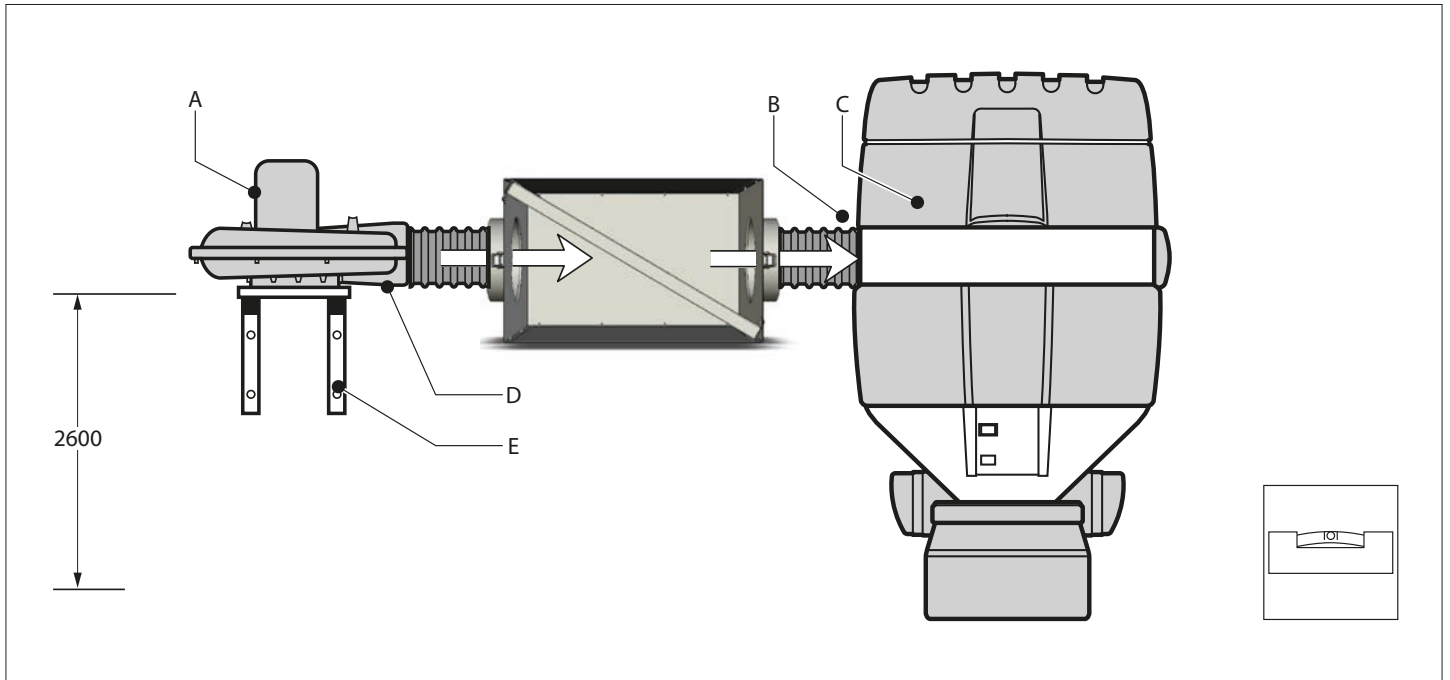
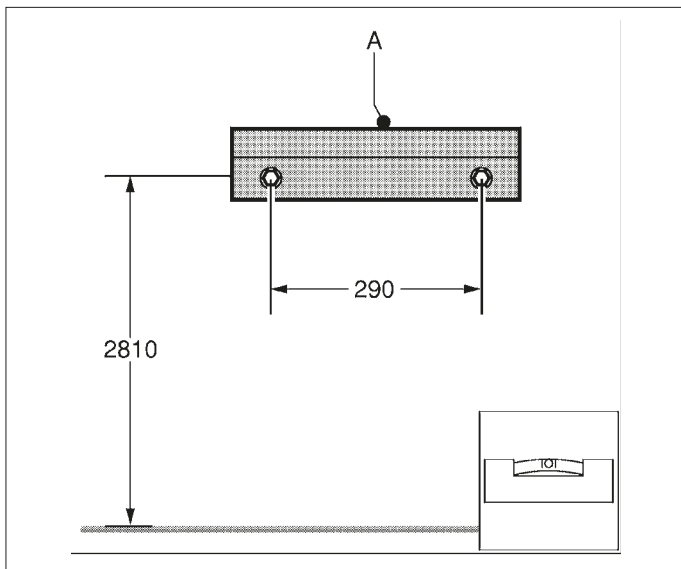

Fig. 4.1
Fig. 4.2
Monteer de Statiflex 400-MS (Fig. 4.1 C) zodanig dat de inblaasopening (Fig. 4.1 B) horizontaal in één lijn ligt met de uitblaasopening (Fig. 4.1 D) van de afzuigventilator. In de standaardopstelling wordt de Statiflex 400-MS rechts van de afzuigventilator (Fig. 4.1 A) geplaatst. Zie Fig. 4.2 voor de advieshoogte van de wandbevestigingsbeugel. Voor montage van de (LMB of TMB) wandbevestigingsbeugels (Fig. 4.1 E) en de afzuigventilator, zie de betreffende handleidingen.
Controleer -alvorens de wandbevestigingsbeugel (Fig. 4.2 A) te monteren- of de muur sterk genoeg is. Het nettogewicht van de Statiflex 400-MS is ca. 85 kg. Let bij het boren op eventueel aanwezige gas-, water- en elektriciteitsleidingen. Plaats de Statiflex 400-MS niet op plaatsen waar deze is blootgesteld aan trillingen of aan warmtestraling afkomstig van warmtebronnen. Respecteer de eerder vermelde omgevingscondities.
- Monteer de wandbevestigingsbeugel (Fig. 4.2 A). Zie Fig. 4.2 voor de advieshoogte en de boormaten. De aangegeven advieshoogte is van toepassing indien de afzuigarm op 2.600 mm wordt gemonteerd en de Statiflex 400-MS horizontaal in één lijn ligt met de uitblaasopening van de afzuigventilator. Zorg voor voldoende ruimte (min. 700 mm) aan de bovenzijde; bij het vervangen van het filter moet immers de filterkap worden gedemonteerd.